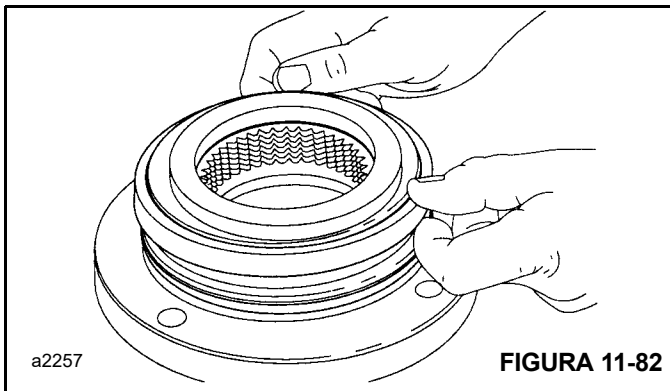

FIGURA 11-82
5. Lubrique el sello del émbolo del freno y la superficie de sellado del soporte del motor con vaselina o aceite hidráulico. Inserte un nuevo sello de émbolo en el soporte del motor con el reborde del sello hacia abajo (Figura 11-82).